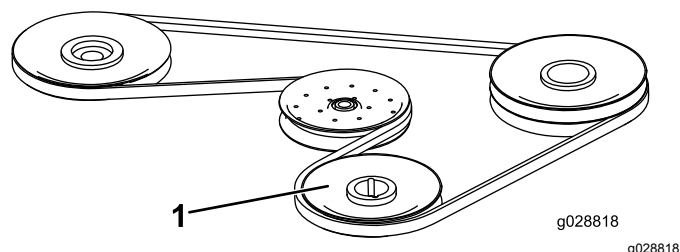

Figura 3
4. Retire a correia que está orientada para o lado direito da plataforma do cortador e instale a correia do kit no mesmo local (Figura 3).